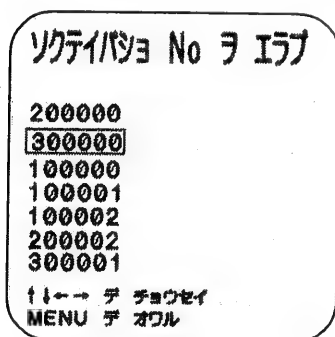

図19
7. 7. 1. 測定場所の選択は、図18を表示させたあと、☐ ソクテイバシヨ No ヲ エラブにカーソルを合わせSTARTキーを押してください。図19が表示されます。